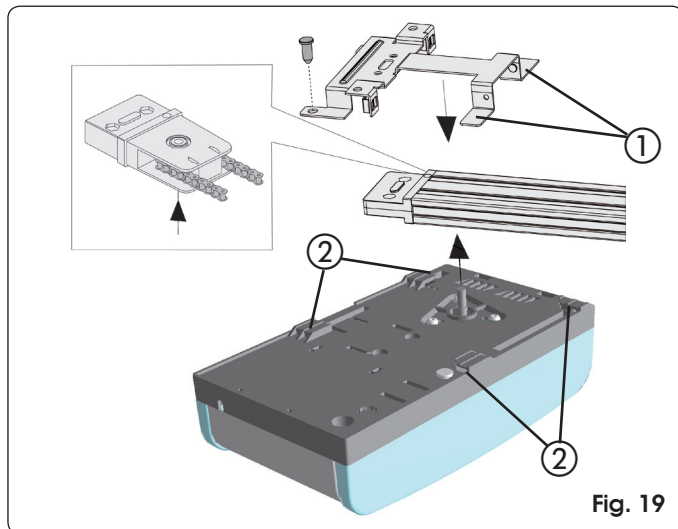
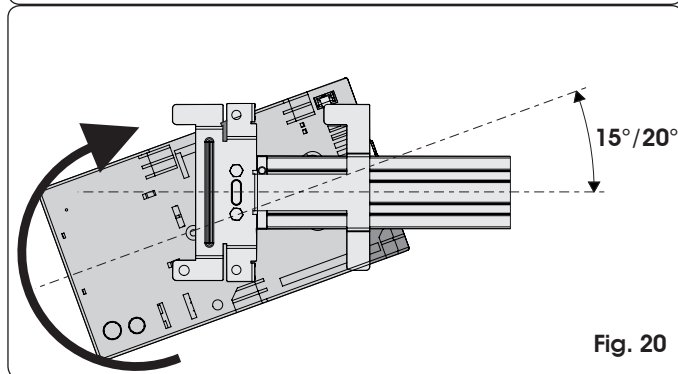
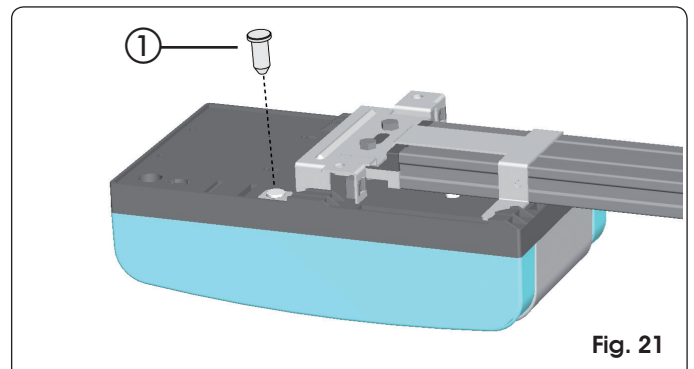

Fig. 19
Fig. 20
Fig. 21
- 1) Manteniendo inclinado  $15^\circ/20^\circ$  el operador (Fig. 20), introduzca el eje del motorreductor en el acoplamiento presente en el empalme posterior de la guía de deslizamiento y acerque las aletas (Fig. 19 ref. ①) a los alojamientos situados en el fondo de la base del operador (Fig. 19 ref. ②).
- 2) Gire el operador en el sentido indicado en la Fig. 20 hasta la posición mostrada en la Fig. 21 de modo que la chaveta se introduzca en el orificio del empalme posterior (Fig. 21 ref. ①).